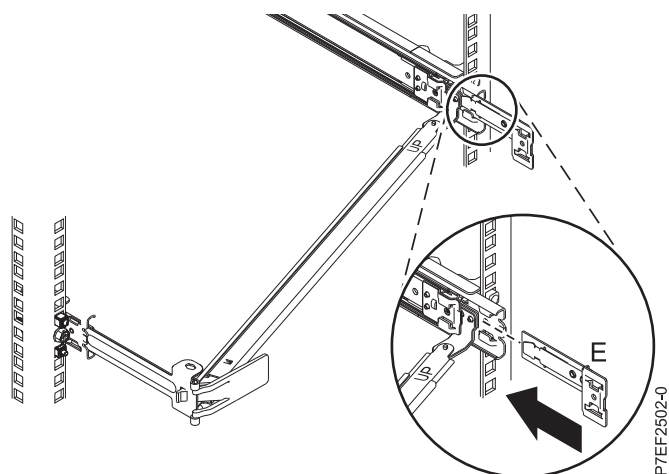

図 12. 拡張ブラケットをスライド・レールに取り付ける
5. バネ仕掛けのピンが所定の位置に収まるまで拡張ブラケット (E) を右スライド・レールに滑り込ませます。詳しくは、図 12 を参照してください。